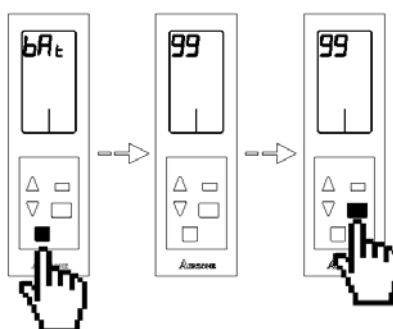

Fig. 103
- Bateria do comando bAt.** Este menu mostra o modo da bateria do comando. Para visualizar o nível da bateria, toque no botão de confirmação . Para voltar ao menu anterior, toque no botão sair . (Fig. 103)